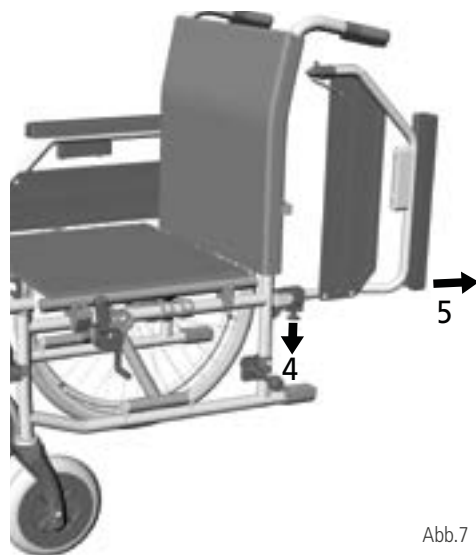

Abb.7
2. Ziehen Sie den hinteren Zapfen an der Klemmvorrichtung nach unten (4, Abb. 7)